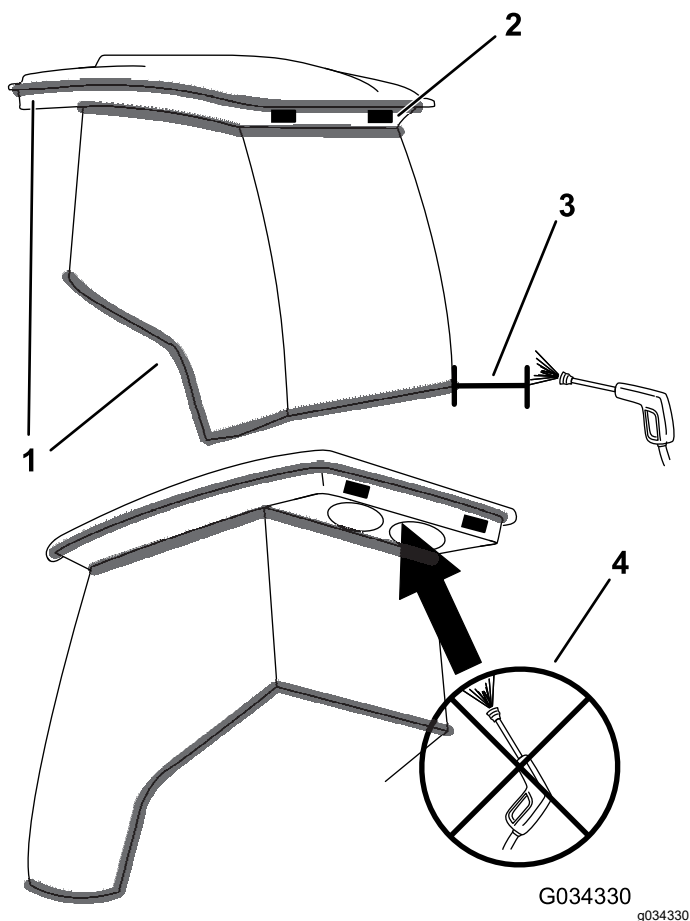

Figura 86
**Importante:** Prestate attenzione alle guarnizioni della cabina (Figura 86). Se utilizzate una lancia a pressione, mantenete l'asta di lavaggio ad almeno 0,6 m di distanza dalla macchina. Non utilizzate la lancia a pressione direttamente sulle guarnizioni della cabina o sotto la sporgenza posteriore.